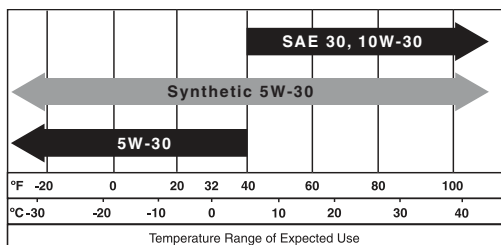

FIGURA 28: Viscosidad de aceite recomendada
Se recomienda aceite SAE 10W-30 para uso a temperatura general. Consulte la Figura 28 para obtener información sobre las viscosidades que se pueden utilizar. Es posible usar otras viscosidades que aparecen en el gráfico si la temperatura media en su área se encuentra dentro del rango indicado.
- ☐ Aceite para motor sin uso (del tipo SAE que se indica en la Figura 28)
13. Usando el embudo, vierta el aceite nuevo (sin uso) en el orificio de llenado de aceite. (Vea en la Figura 28 el tipo de aceite recomendado). No llene en exceso.